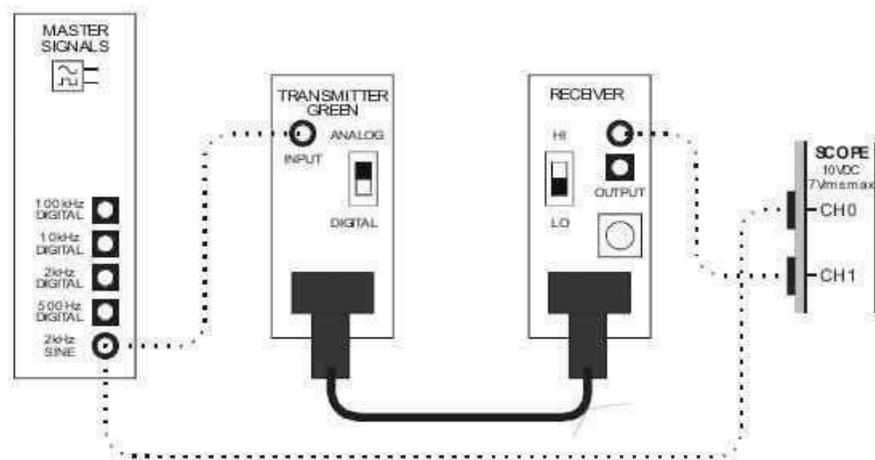

Figura 7
1. Armar el circuito que se muestra en la Figura 7.